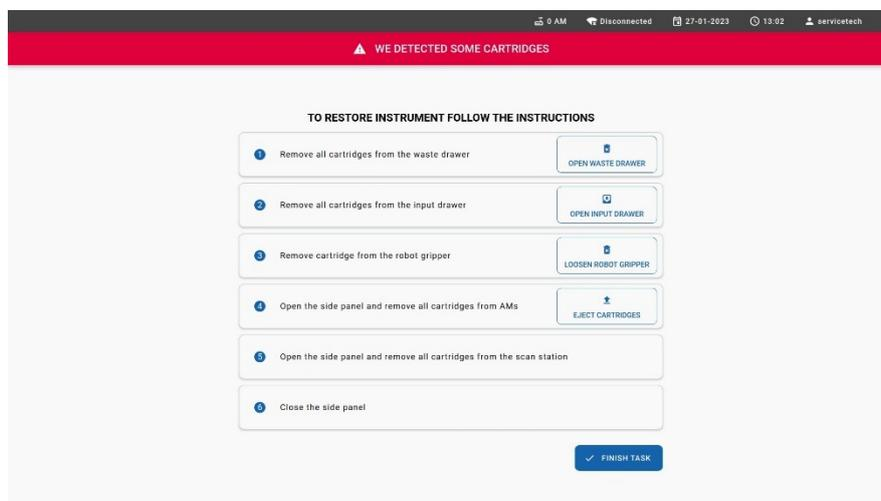

Figura 83. Schermata di recupero della cartuccia.
Durante l'inizializzazione, il sistema controlla se ci sono cartucce nei cassettei di alimentazione/materiali di scarto, nella stazione di scansione e nei moduli analitici (AM). Nel caso in cui vengano rilevate cartucce durante l'inizializzazione, il software guiderà l'utente attraverso il processo di ripristino dello strumento in uno stato sicuro (Figura 83).